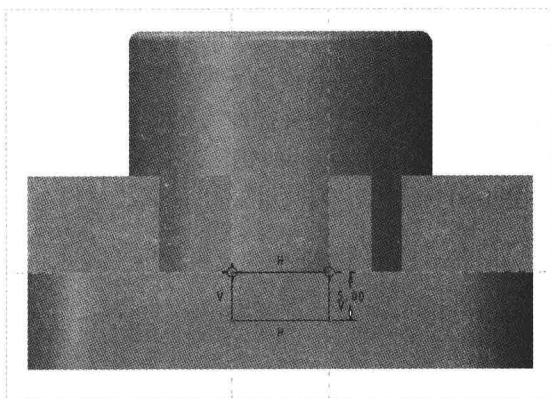

图 18-24 绘制截面 3
Step 09 采用与上同样的方法，使用“拉伸”命令，弹出“拉伸”选项卡，在绘图区选择合适的平面作为草绘平面，进入草绘环境；单击“草绘”选项卡中的相应按钮，绘制截面，如图 18-24 所示，单击“关闭”面板中的“确定”按钮 , 完成截面绘制并退出草绘环境。